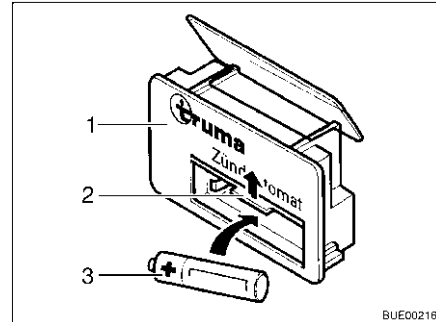

Fig. 147 Dispositivo automático de encendido
- Empujar hacia arriba la tapa (Fig. 147,2) del compartimento de las pilas en el dispositivo automático de encendido (Fig. 147,1).
- Colocar una pila nueva (Fig. 147,3) del mismo tipo con la polarización correcta (+/-) en el compartimento de las pilas en el dispositivo automático de encendido. Utilizar únicamente pilas Mignon resistentes a la temperatura (+70 °C) y protegidas contra derrames.